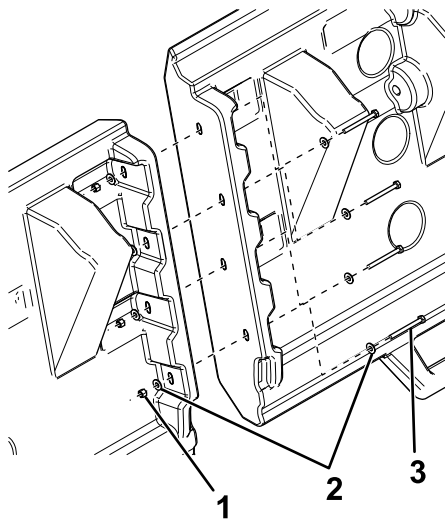

Figura 1
- Para los esparcidores VBX 6500, sujete 2 secciones de tapa entre sí usando 4 pernos ( $\frac{1}{4}$ " x  $2\frac{3}{4}$ " ), 8 arandelas y 4 tuercas (Figura 1).